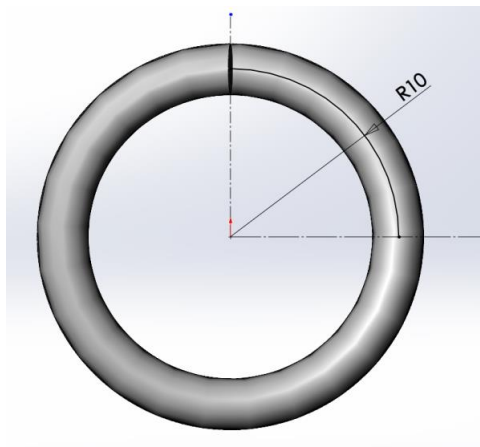

Рисунок 2.13 – Добудова дуги
6. Далі необхідно провести вертикальну вісь від початку координат та відсікти за допомогою команди **Відсікти**  частину дуги так, щоб залишилась лише частина дуги між осьовими лініями. Дуга стала повністю визначена (чорного кольору) (рис. 2.13).